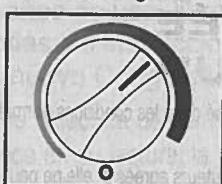

Fig. 15
- Lorsque le refroidissement maximal est réalisé, retoumez la commande de thermostat sur l'échelle bleu foncé, à la position équivalente à 2 heures sur la face d'un cadran. Voir la Fig.15.